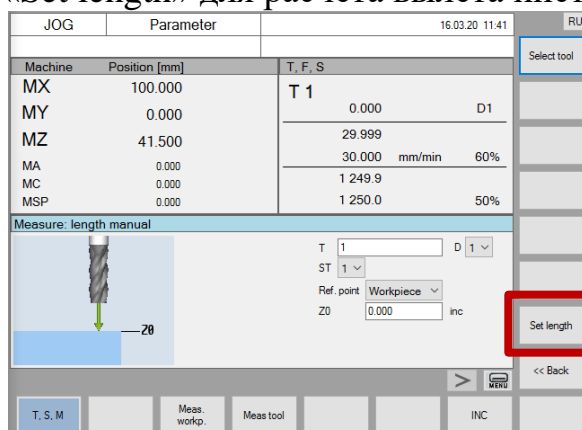

Рис.69. Кнопка «Set length»
8. Нажать кнопку «Set length» для расчета вылета инструмента (рис.69);